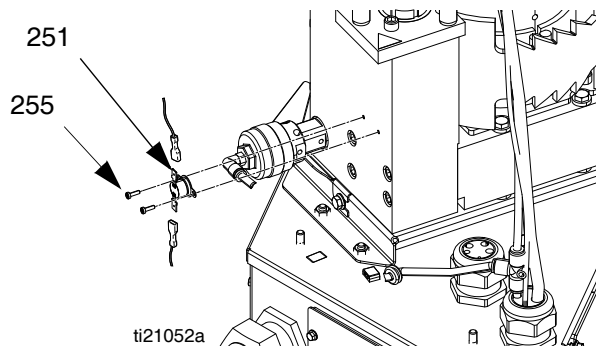

図 41
- インシュレーター (53,75) を溶解装置のアセンブリ (5) に取り付けます。
- 接地線のリング端子 (87) と接地ネジ (88) を溶解装置のアセンブリ (5) に接続します。
- ワイヤーコネクタを過熱スイッチ (251) に接続します。図 41、ページ 72を参照してください。
- ナット (3) を使用して金属シュラウド (27) を取り付けます。
- 圧力開放バルブエアチューブ (36) を金属ハウジングを通して引き、エアチューブを圧力解放バルブ (245) に取り付けます。
- フロントアクセスドア (10) を電気エンクロージャ (1) に取り付けます。
- すべての加熱ホースを溶解装置のアウトレットマニホールド (203) に再接続します。
10. 過熱スイッチ (251) からワイヤコネクタを切断します。図 41、ページ 72 を参照してください。
11. 電気エンクロージャからケーブルを引き、センサー (125) とワイヤを破棄します。
1. 新しいハーネスのワイヤを電気エンクロージャ 上部のグロメット (63) に通します。
2. ワイヤコネクタを過熱スイッチ (251) に接続します。図 41、ページ 72 を参照してください。
3. 溶解装置内にバンドヒーター温度センサー (125) を配置します。
4. ネジ (AA) を締めます。
分解 (図 41 を参照):
再アセンブリ (図 41 を参照):